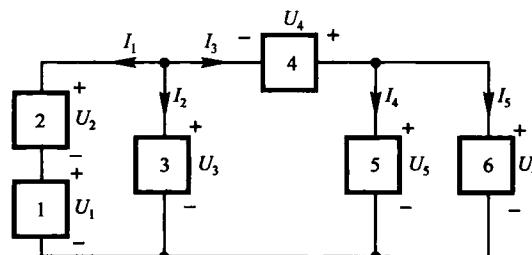

图 1.2.6 例 1.2.2 电路
**【例 1.2.2】** 图 1.2.6 所示电路由 6 个元件组成，已知  $U_1 = 2V$ ,  $U_2 = 3V$ ,  $U_5 = 2V$ ,  $I_1 = 2A$ ,  $I_2 = 1A$ ,  $I_3 = -3A$ ,  $I_4 = -2A$ ,  $I_5 = -1A$ 。求：（1） $U_3$ 、 $U_4$  和  $U_6$ ；（2）每个元件的功率并指出哪些是电源哪些是负载。